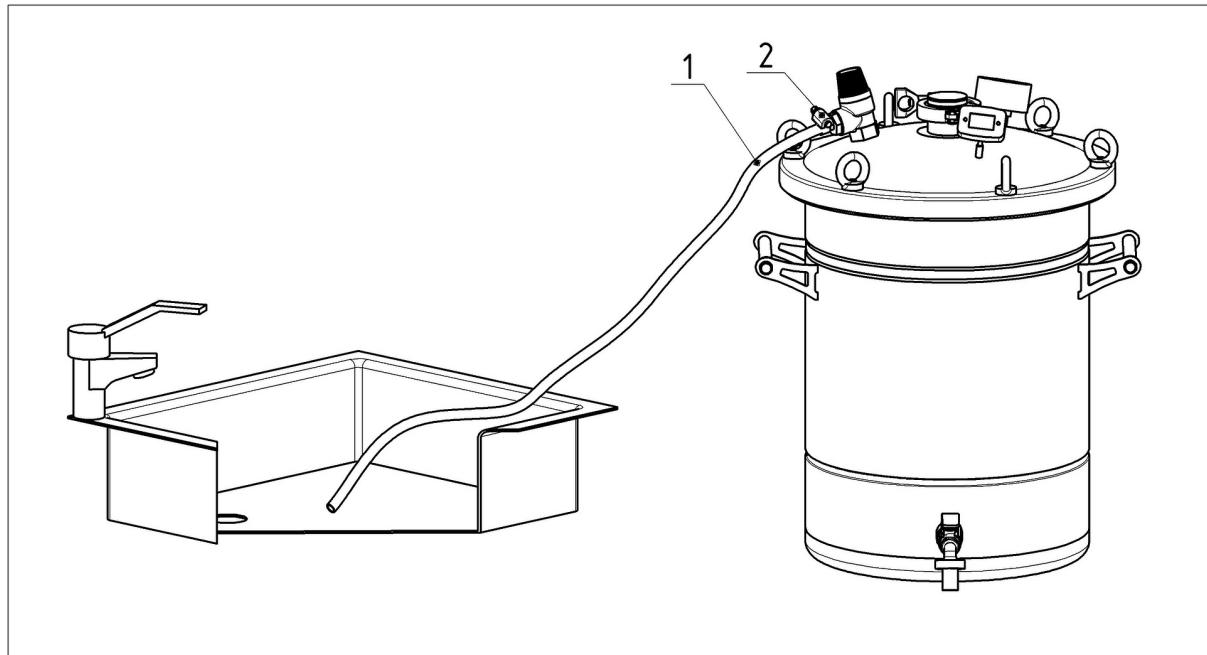

Рисунок 2 — Установка шланга для выхода избыточного давления (горячего пара) из автоклава.
- установить в верхней части бака силиконовую прокладку (6);
- накрыть автоклав крышкой (5) и плотно зафиксировать её с помощью рым-болтов (16) (6 шт.);
- на штуцере «ёлочка» (11) клапана сброса избыточного давления (10) с помощью хомута зафиксировать шланг;
- с помощью шланга соединить штуцер (11) с термостойкой ёмкостью (кухонная раковина, иные металлические ёмкости, термостойкий пластик и т.п.) (Рисунок 2).